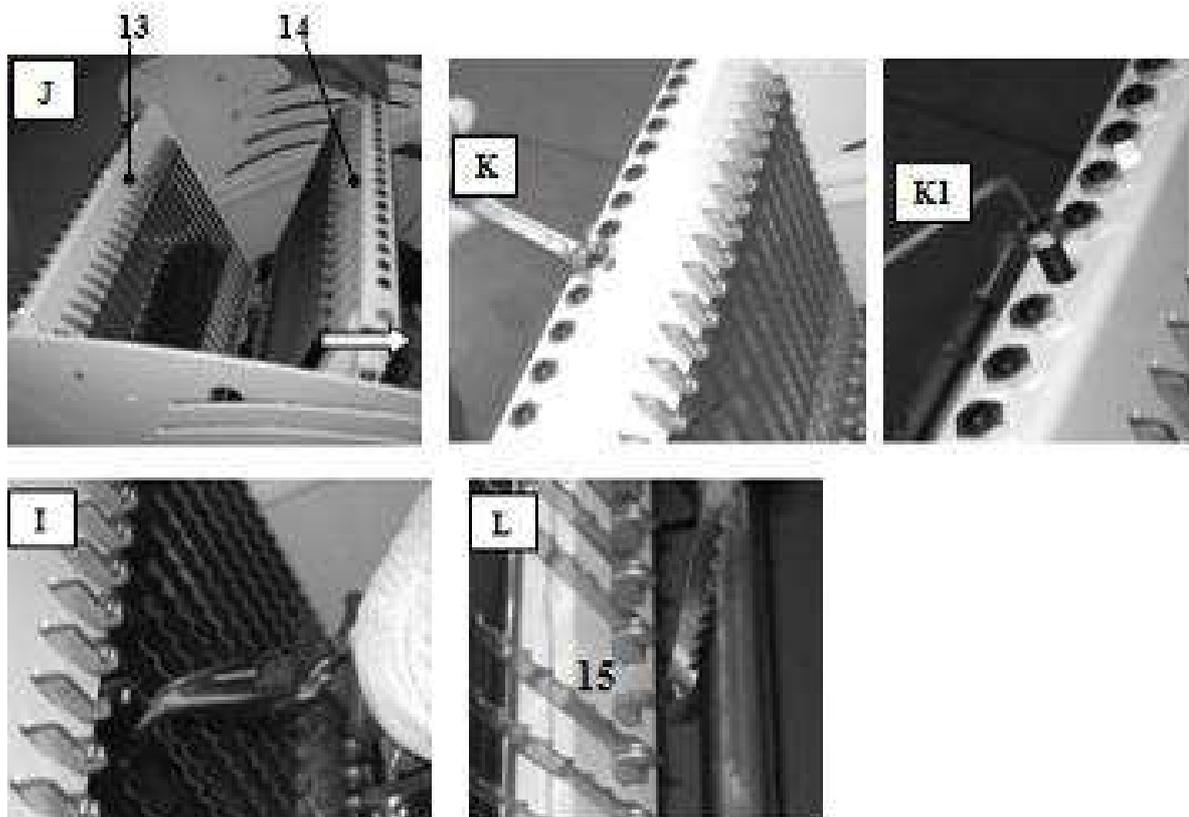

Рисунок 16
11. Установите нижний штифт нового ножа в паз крепления из. 15, Фото L Рисунок 16, после чего - в верхнее крепление
14. Установите по обе стороны винты Рисунок 16 коренных подшипников, Фото M, не забывая о дистанционных втулках. Плотно затяните гайки по двум внешним сторонам.